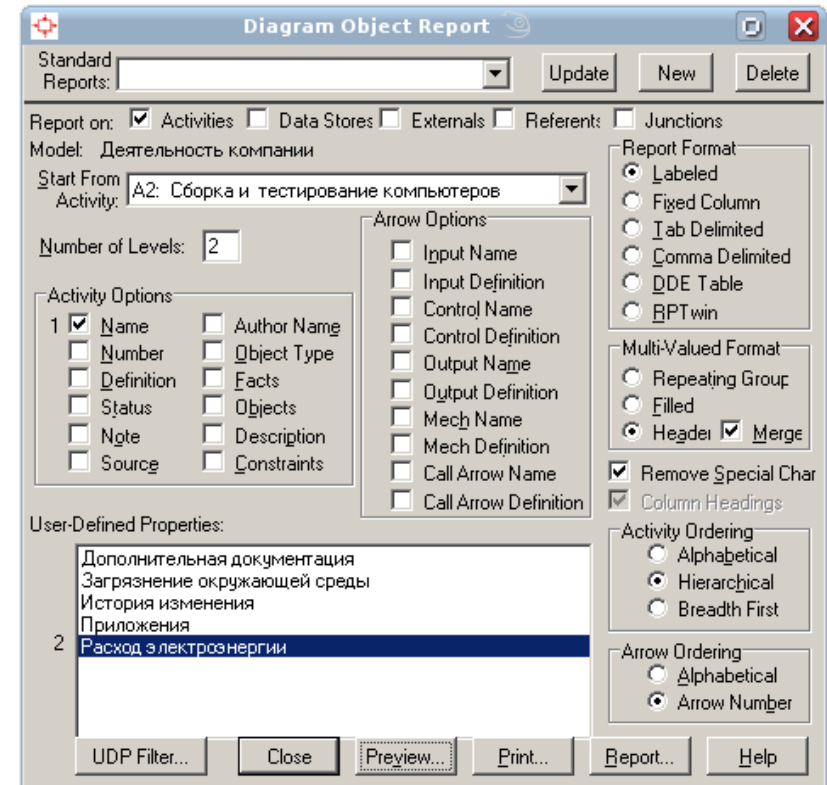

Рисунок 1.24 – Создание отчета по UDP
- User Defined Properties: Расход электроэнергии (рис. 1.24).